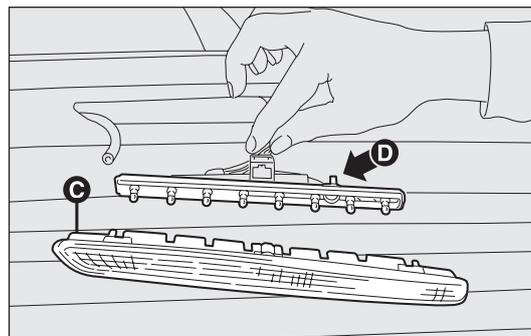

fig. 172
### LUCI 3° STOP fig. 172
- premere sui dispositivi di bloccaggio ed estrarre il gruppo trasparente C-fig. 172;
- agendo in modo contrapposto sulle alette D-fig. 172 estrarre il portalamпада;